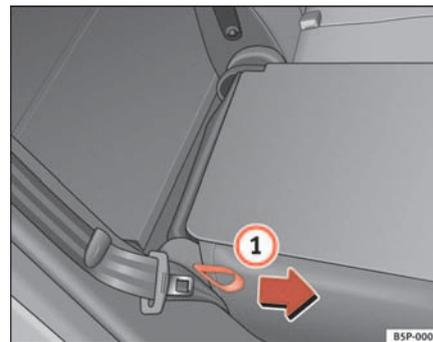

Fig. 99 Abatir o levantar el respaldo del asiento posterior
- Tire del lazo situado en el lateral del asiento ⇒ fig. 99 ① en la dirección de la flecha y levante el respaldo hasta que encastre.